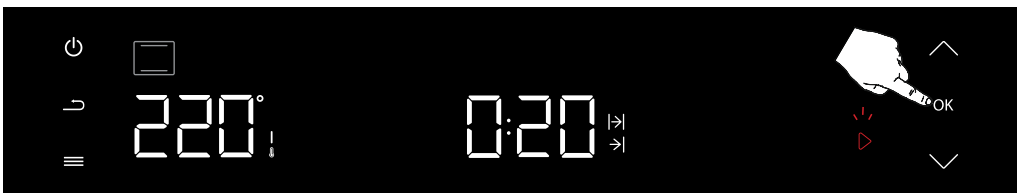

Abbildung 28
Die Uhrzeit, zu der der Garvorgang beendet wird, wird durch Drücken der Freigabetaste (OK) bestätigt. (siehe Abbildung 28)